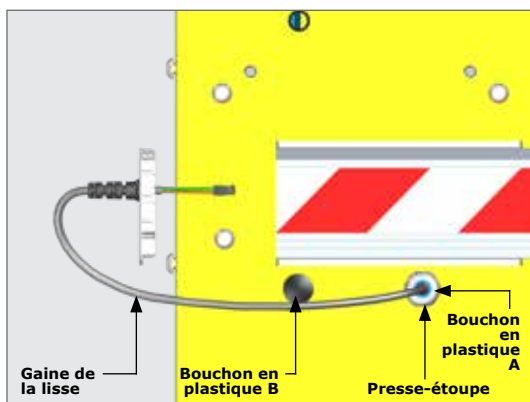

FIGURE 12
8. Pour une installation à droite, retirez le bouchon en plastique A du boîtier comme illustré à la figure 12 et insérez le presse-étoupe dans le trou. Pour une installation à gauche, retirez le bouchon en plastique B du boîtier et insérez le presse-étoupe dans le trou.